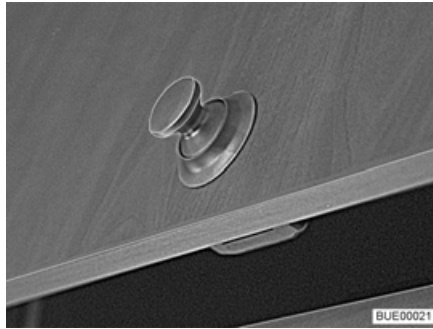
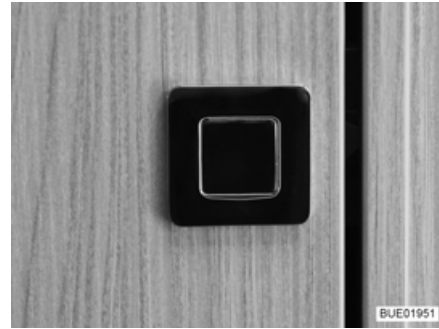

Bild 45 Möbelklappe mit rundem Druckknopf
Bild 46 Möbelklappe mit rechteckigem Druckknopf
- Innenteil des Schlosses drücken. Der Druckknopf (Bild 45 oder Bild 46) springt heraus.